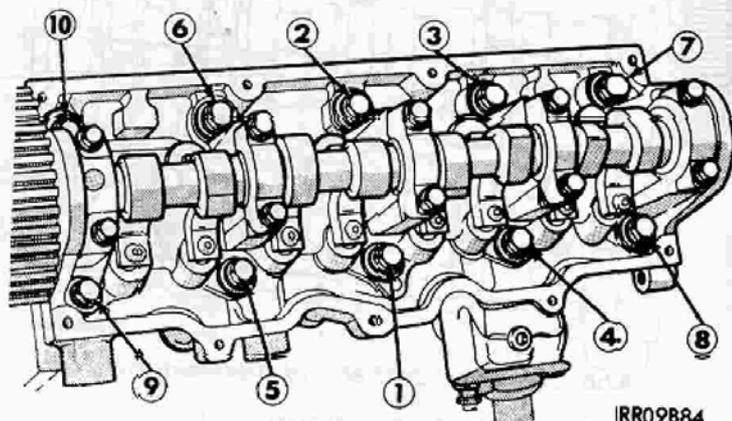

Abb. 7 – Reihenfolge beim Festziehen der Zylinderkopfschrauben
(1) Zylinderkopfschrauben in der in Abb. 7 angegebenen Reihenfolge festziehen. In vier Schritten mit folgenden Werten festziehen: